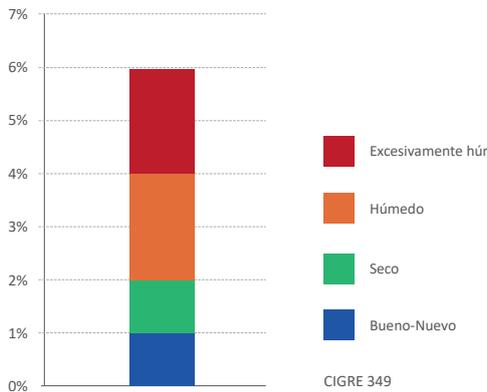

Figura 7. Contenido de agua en el papel en %
- Basándose en el cálculo de la curva Oomen la tendencia del contenido de agua en el papel puede ser monitoreado (véase la figura 7)